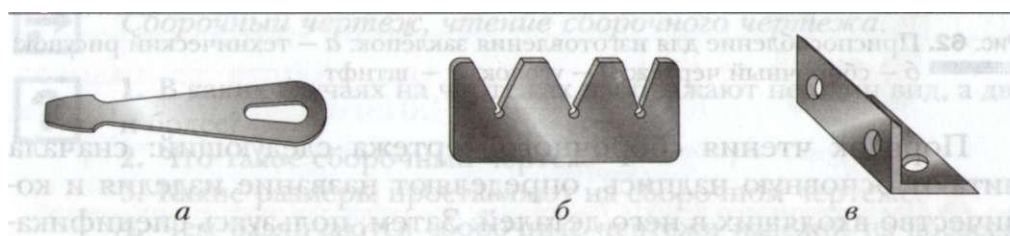

Рис. 61. Изделия из сортового проката:
1. Рассмотрите рисунок 61, выполните в рабочей тетради эскиз одной из деталей: отвёртки, шаблона, уголка — или эскиз детали, выданной учителем. Если в вашем творческом проекте имеется деталь из сортового проката, то выполните её чертёж.